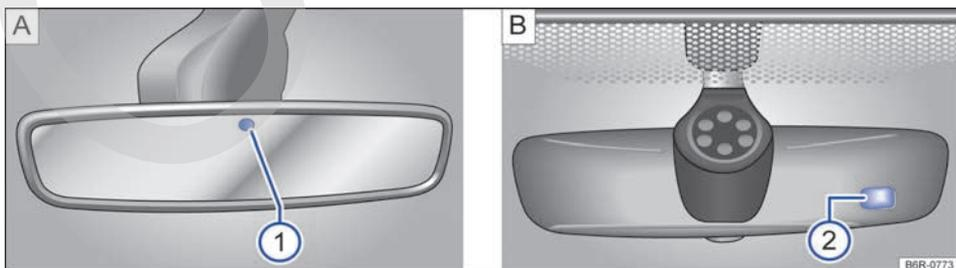

Fig. 93 En el parabrisas: retrovisor interior antideslumbrante automático.
Con el encendido conectado, los sensores miden la incidencia de la luz por detrás → fig. 93 ① y por delante ②.